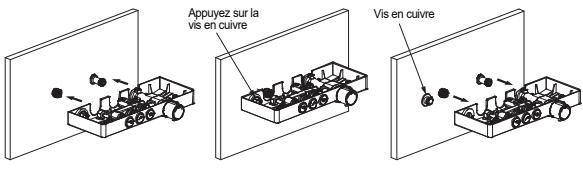

Figure 5
- d) Appuyez sur la vis en cuivre sur le mur puis retirez la paroi de douche thermostatique. Marquez la position de la vis en cuivre sur le mur (Figure 5).